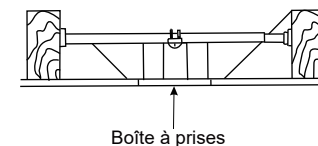

Fig. 4
**REMARQUE :** Selon l'emplacement sélectionné pour l'installation, il peut s'avérer nécessaire d'acheter et d'installer un étrier à solive pour soutenir la boîte à prises. S'assurer que l'étrier à solive qui sera acheté, a été conçu pour une utilisation avec des ventilateurs de plafond (**Fig. 4**).